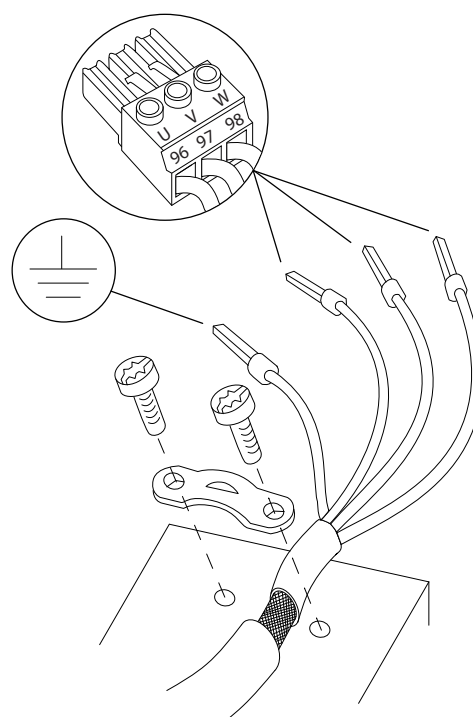

Ilustración 4.4 Conexión del motor
3. Conecte el cable de puesta a tierra al terminal de conexión a tierra más cercano, según las instrucciones de conexión a tierra que aparecen en el *capítulo 4.3 Toma de tierra*. Consulte la *Ilustración 4.4*.
4. Conecte el cableado del motor trifásico a los terminales 96 (U), 97 (V) y 98 (W). Consulte la *Ilustración 4.4*.